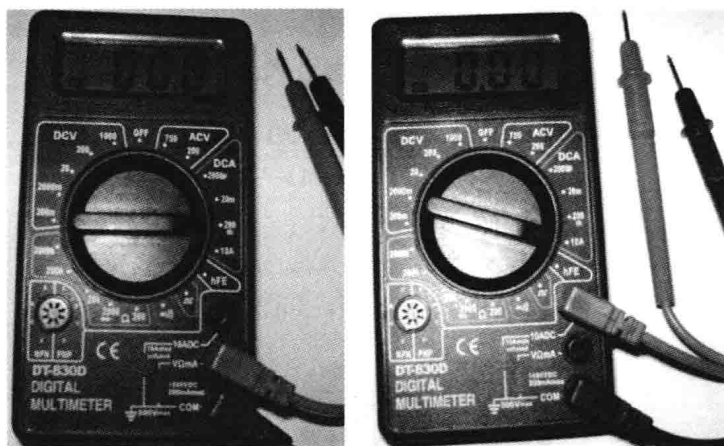

图7-28 红、黑表笔插入适当的插孔
(1) 切断被测电路的电源,将全部高压电容放电。
(2) 把黑色表笔插入 COM 插孔,红色表笔插入到适当的插孔。如被测电流小于 200mA 时将红色表笔连接到 V Ω mA 插孔;如被测电流在 200mA~10A 间,将红色表笔连接到 10A 插孔,如图7-28所示。